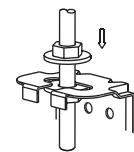

Fig.5-7
- Fije bien firme el aire acondicionado apretando las tuercas con llaves después de ajustar la posición del equipo (consulte la Fig. 5-7)